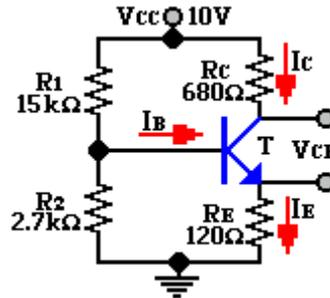
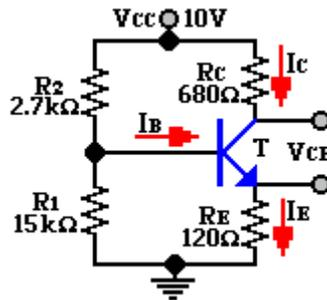

Figura 6.2
Figura 6.3
3. Arme el circuito de la figura 6.2.
5. Intercambie las resistencias R_1 y R_2 como se muestra en la figura 6.3.
- Explique detalladamente la diferencia si existe entre la figura 6.2 y la figura 6.3. ¿Cómo son estos valores, con los teóricos? Explique su respuesta.